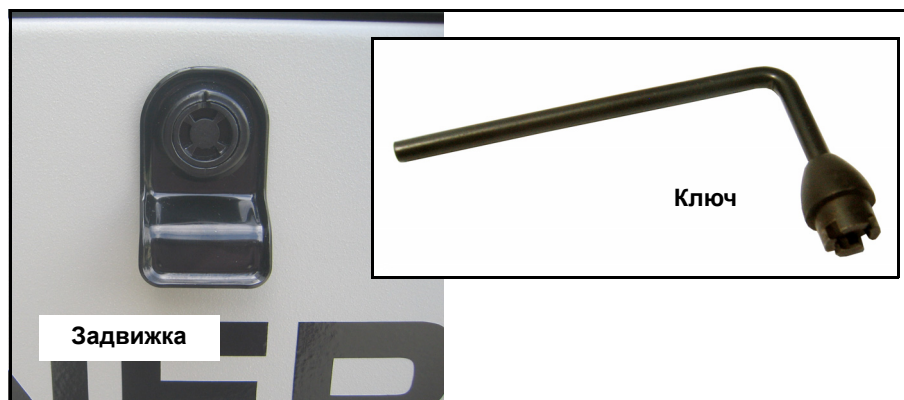

Рисунок 5-5. Ключ для съёмной панели
1. Вставьте ключ в замок и поверните его на 1/2 оборота против часовой стрелки. См. Рисунок 5-5.